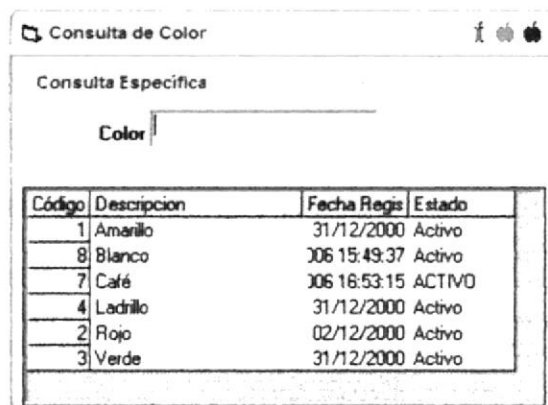

Figura 3.47 Pantalla de Consulta de Color
y aparecerá la pantalla de consulta de Color.(Ver Figura 3.47).
2. Elija el color que desea modificar dando doble clic en la descripción de este en la Pantalla "Consulta de Color" (Ver Figura 3.47) y volverá automáticamente a la pantalla anterior con todos los campos llenos.